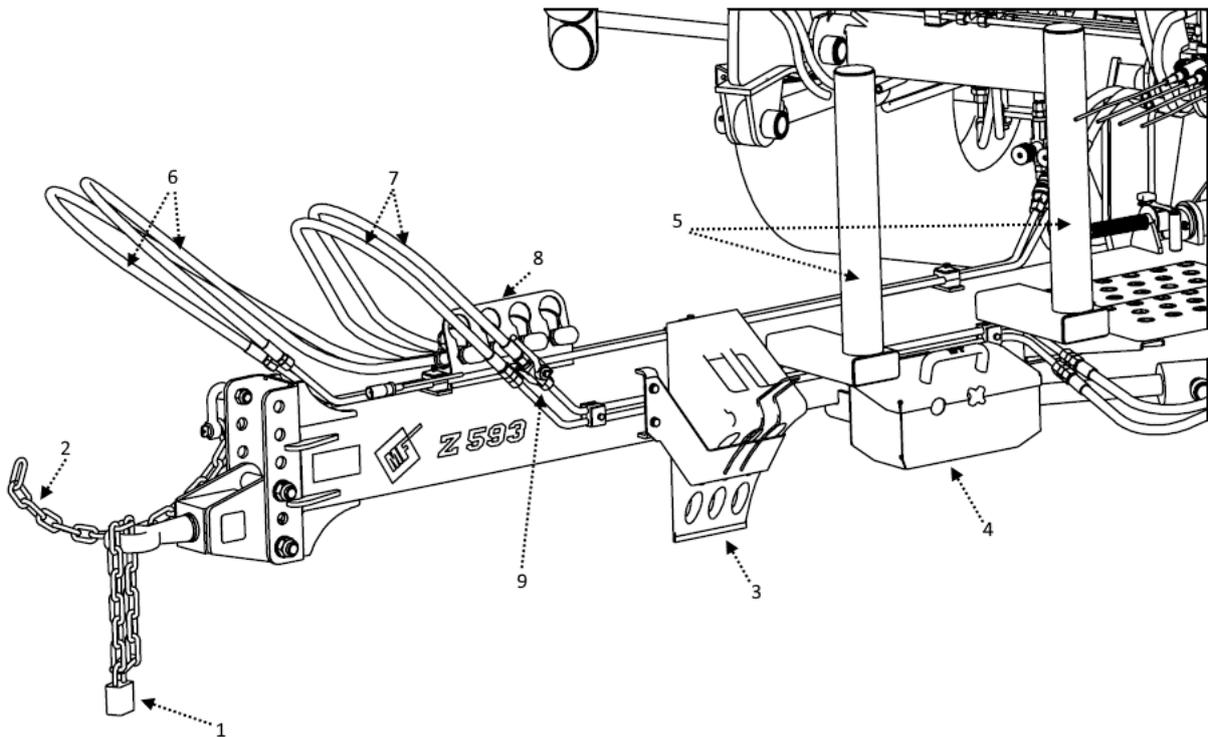

Fig. 10 Equipamiento de la barra de tracción
- Desconecte el suministro de energía eléctrica y el sistema de iluminación, enrolle los conductos y guárdelos en el contenedor en la barra de tracción de la encintadora (**fig. 10 - 4**).
- Desconecte el sistema hidráulico y proteja los conductos hidráulicos en los soportes en la barra de tracción de la encintadora (**fig. 10 - 8**).
- Asegúrese de que no haya peligro de movimiento accidental de la máquina, si fuera necesario coloque una cuña debajo de la rueda de la encintadora (**fig. 10 - 3**).
- Ponga un candado en el ojal de la barra de tracción para evitar un uso no autorizado (**fig. 10 - 1**).
Descripción del equipamiento de barra de tracción de la encintadora Z593 (**fig. 10**)